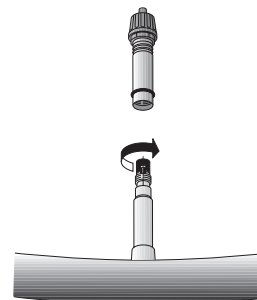

Fig. 3
- Aprite il dado valvola del tubolare o della camera d'aria (Fig. 3).
- Open the valve of the tubular tire or inner tube (Fig. 3).
- Die Ventilmutter des Schlauches öffnen (Abb. 3).
- Ouvrez l'écrou valve du boyau ou de la chambre à air (Fig. 3).
- Abrir la tuerca de la válvula del tubular o de la cámara de aire (Fig. 3).
- Draai het ventiel open van de tube of binnenband (Fig. 3).